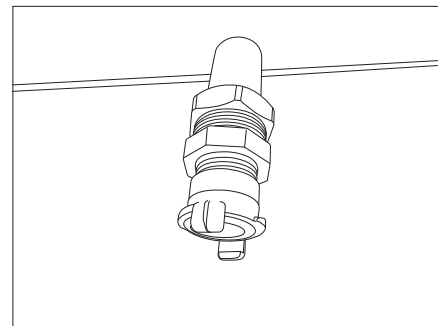

Bild 181 Abwasseranschluss (Kunststoffverrohrung)
- Abwasser am Abwasseranschluss (Kunststoffverrohrung, Bild 181) anschließen.